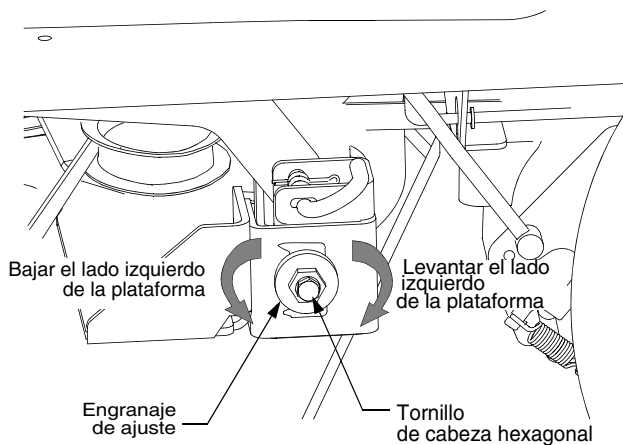

Figura 33
- Afloje, pero no extraiga, el tornillo de cabeza hexagonal ubicado en la ménsula de suspensión izquierda de la plataforma. Consulte la Figura 33.
- Nivele la plataforma con una llave para girar el engranaje de ajuste (el cual se encuentra inmediatamente detrás del tornillo hexagonal que se acaba de aflojar) en sentido de las agujas del reloj para subir el lado izquierdo de la plataforma o en sentido contrario a las agujas del reloj para bajar el lado izquierdo de la plataforma. Vea Figura 33.